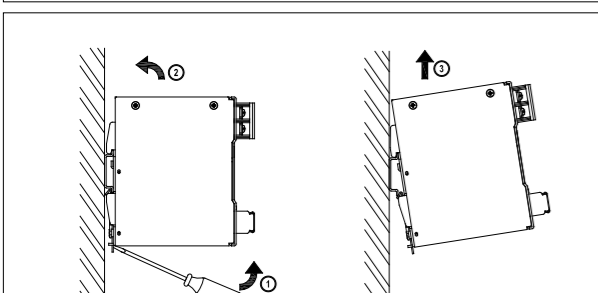

Figure 3
4. Dismounting (Fig. 3)
To uninstall, pull or slide down the latch as shown in Fig. 3. Then, slide the PSU in the opposite direction, release the latch and pull out the PSU from the rail.
- Démontage (Fig. 3)**
Pour démonter l'appareil, tirez ou faites coulisser le loquet vers le bas comme indiqué à la fig. 3, faites coulisser l'appareil dans la direction opposée, relâchez le loquet et enlevez l'appareil du rail.